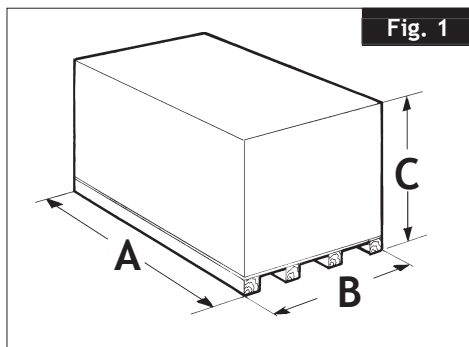

Fig. 1
- Abmessungen der Verpackung: (Abb. 1)
- Tiefe (A).....2400 mm
- Breite (B).....2200 mm
- Höhe (C).....1300 mm